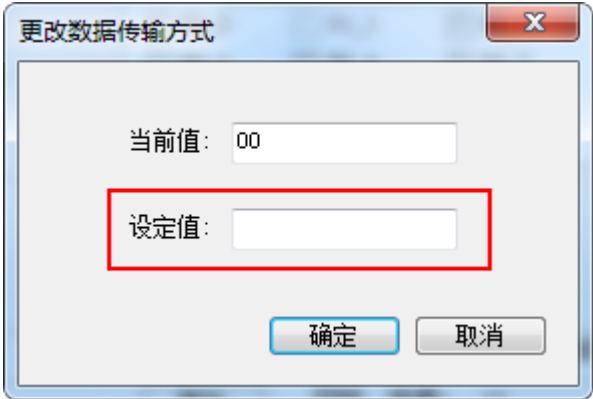

图 20 更改数据传输方式
- 点击传输方式后的更改按钮。则会弹出更改数据传输方式对话框。如图 20 所示。
- 在图 20 所示的对话中，在设定值一栏中填写用户的设定模式，点击**确定**按钮。